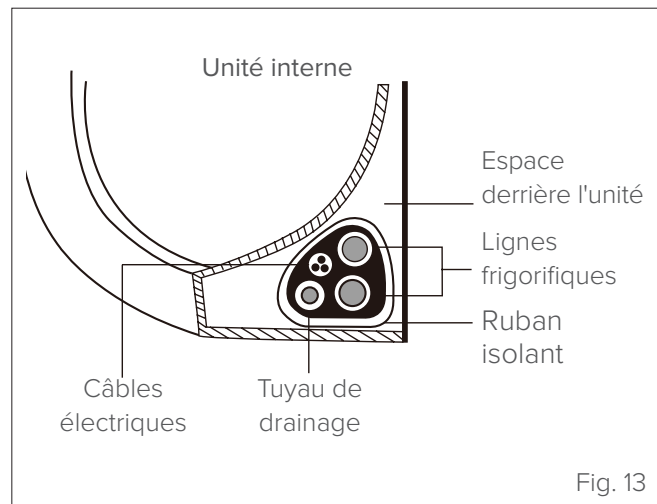

Fig. 13
- 1 Assembler le tuyau de drainage, les tuyaux de réfrigérant et les câbles comme indiqué sur la « Fig. 13 ».
- 3 À l'aide d'un ruban isolant, il faut enrouler ensemble les fils électriques, les tuyaux du réfrigérant et le tuyau de drainage. Contrôler que tous les composants sont joints comme illustré sur la « Fig. 13 »